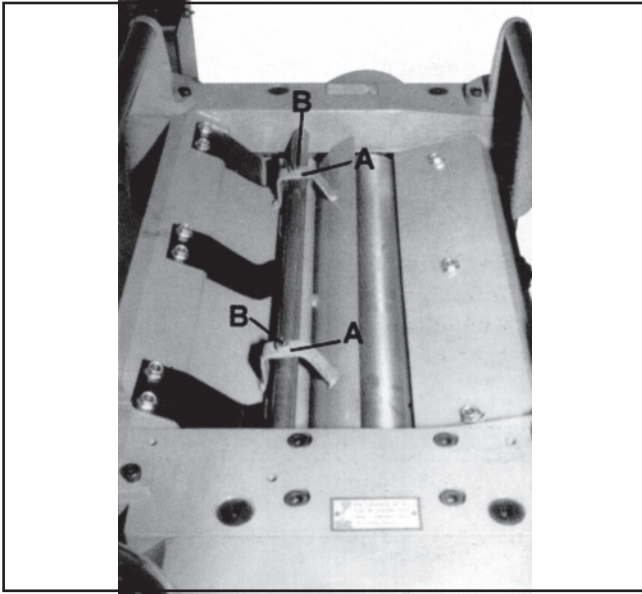

Figura 22
6. Si se requiere algún ajuste, afloje las tuercas (a, Figura 22) y gire los tornillos (B, Figura 22) hasta que la parte inferior del partidor apenas toque el bloque calibrador.
7. Apriete las tuercas (A, Figura 22).